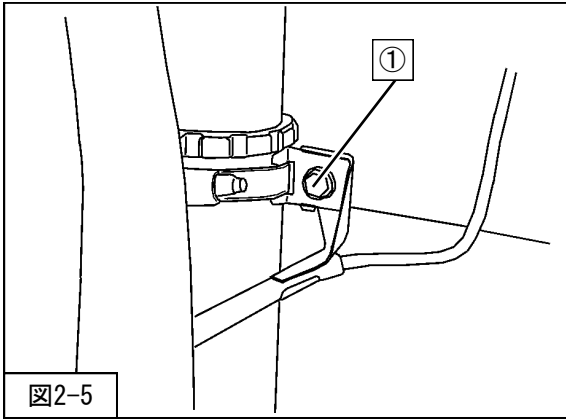

図2-5
5. ①ABSセンサハーネス取付ボルト（締付トルク：8N・m）を使用して、ABSセンサハーネスを取付けてください。（図2-5）